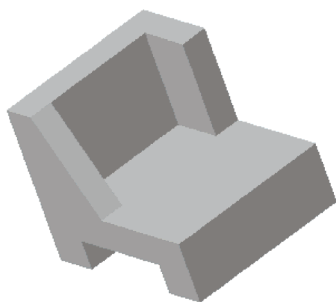

图 5-47 打开模型文件
STEP 01 单击快速访问工具栏中的“打开”按钮, 打开模型文件, 如图 5-47 所示。